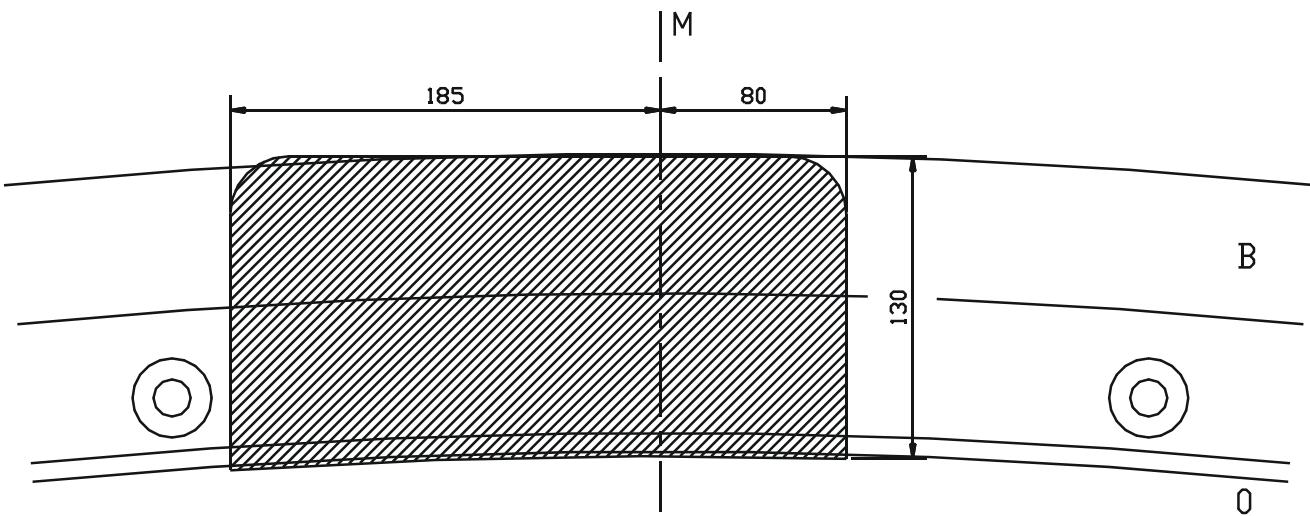

Fig. 1 – T45
2. Breng de trekhaak met de draagarmen via de vrijgekomen openingen achteraan het voertuig in de chassisbalken tot de punten (A) passen met de voorziene boringen aan de buitenzijde van de chassisbalk, deze boringen kunnen afgedicht zijn met tape die men dan moet verwijderen. Breng de bouten en rondsels in en schroef alles degelijk vast (zie aanhaalmomenten).
- OPMERKING :** Voor de standaard trekhaak T45 zie fig. 1